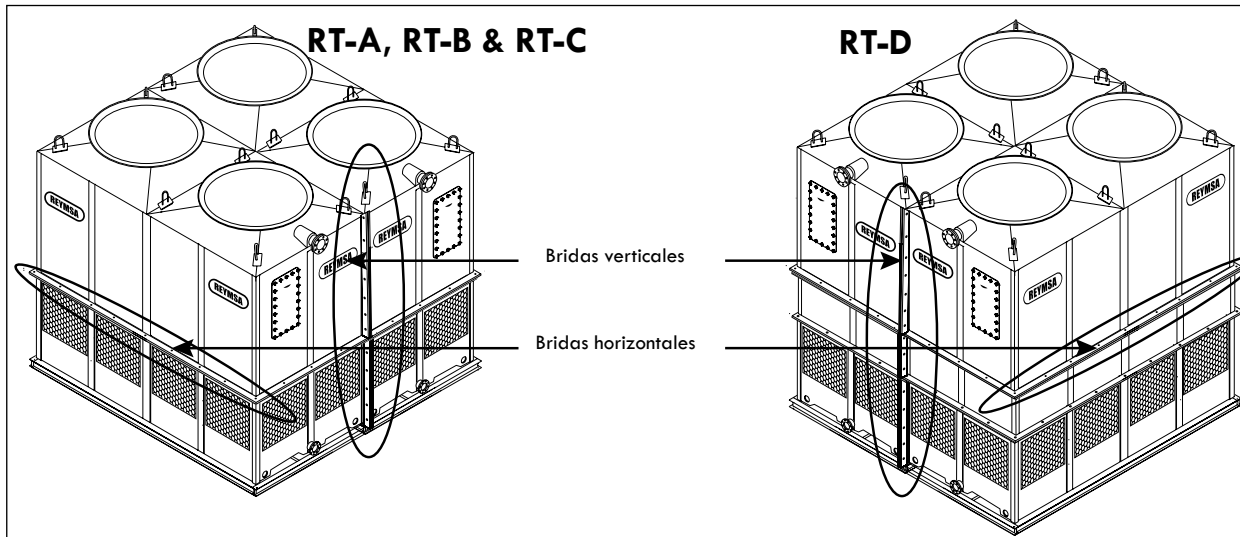

Figura A-31: Instalación de la sección del cuerpo #2 (sección superior del cuerpo #2 para modelos RT-D o RTP-D) en torres de cuatro ventiladores
- N. Ensamble la sección del cuerpo #2 (sección superior del cuerpo #2 para modelo RT-D o RTP-D) con la sección de la cisterna #2 (sección inferior del cuerpo #2 para modelos RT-D o RTP-D), asegurándose de que los agujeros en en ambas secciones esten alineados, luego atornille y asegure las bridas verticales con la tornillería de acero inoxidable suministrada por REYMSA, ver Figura A-31. Asegúrese de que la entrada de agua caliente y la salida de agua fría están en el mismo lado.
- O. Ahora con las dos secciones superiores juntas, proceda a atornillar y asegurar las bridas horizontales con la tornillería de acero inoxidable suministrada por REYMSA (ver Figura A-31).